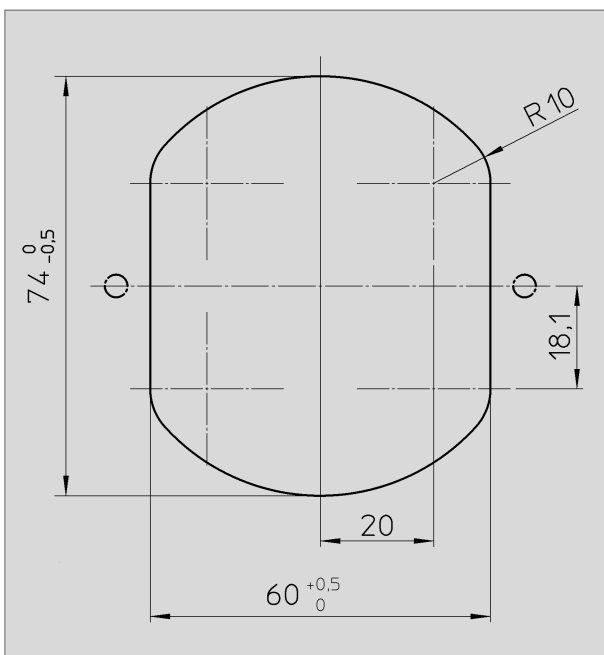

Abb. 13
Bringen Sie das Kontroll- und Bedienfeld für die Toilette CT 4xxx an einer gut erreichbaren Stelle in der Wand an. Schneiden Sie zuvor einen Ausschnitt in die Wand (Abb.13). Nutzen Sie zum Herstellen des Wandausschnitts die maßstabsgerechte **Schablone (4)** (s. Pkt. 5.3.2)